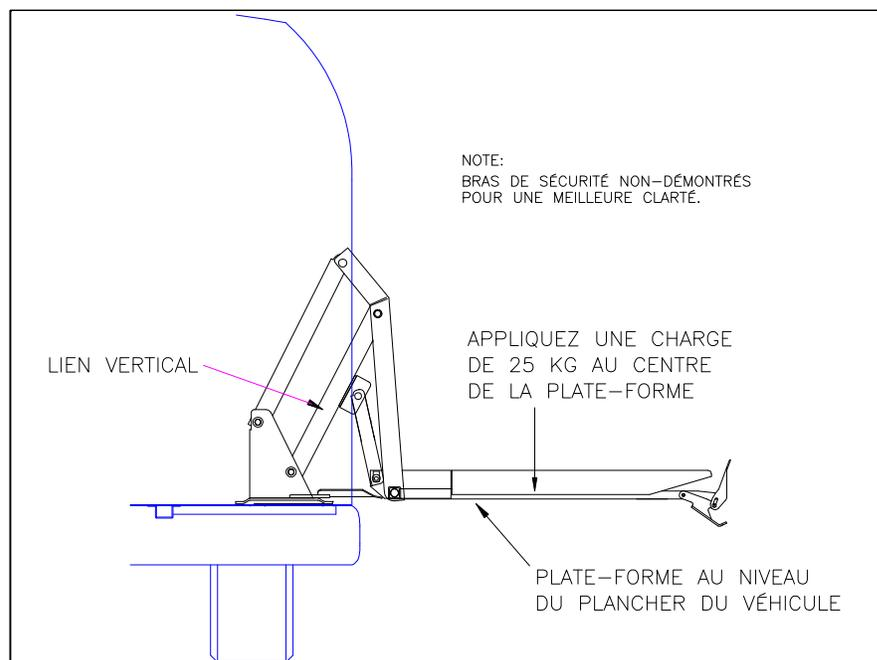

FIGURE 2-20: TEST DE LIMITEUR DE PRESSION
- a. Référez à la **Figure 2-20**. Déployez et descendez la plate-forme au sol. Placez une charge de 25 kg. Placez votre charge au centre de la plate-forme et montez la au niveau du plancher du véhicule. Pressez et retenez la commande "STOW".